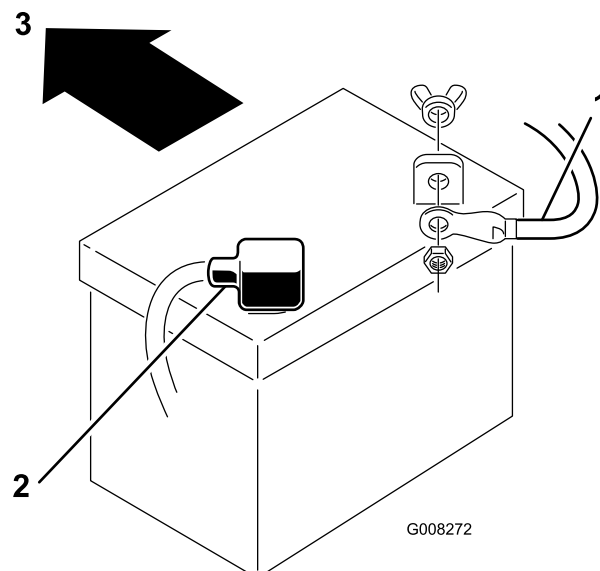

Figura 34
7. Desconecte el cable negativo de tierra (negro) del borne de la batería (Figura 34).
9. Desconecte el cable positivo (rojo) del borne de la batería (Figura 34).
1. Coloque la batería en el chasis con los bornes hacia la parte trasera de la máquina (Figura 34).
3. Usando el perno, las arandelas y la tuerca, conecte el cable positivo (rojo) al borne positivo (+) de la batería (Figura 34). Deslice la cubierta de goma sobre el borne de la batería.
4. Usando el perno y la tuerca de mariposa, conecte el cable negativo (negro) al borne negativo (-) de la batería (Figura 34). Deslice la cubierta de goma sobre el borne de la batería.